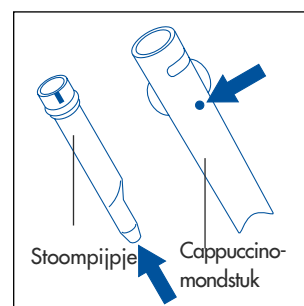

Fig.27
- Controleer of beide gaatjes aangegeven door de pijlen in fig. 27 niet verstopt zijn. Indien nodig, de gaatjes vrij maken met behulp van een naald.